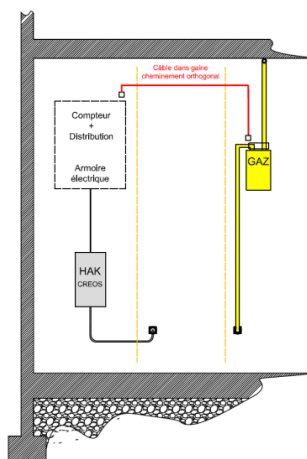
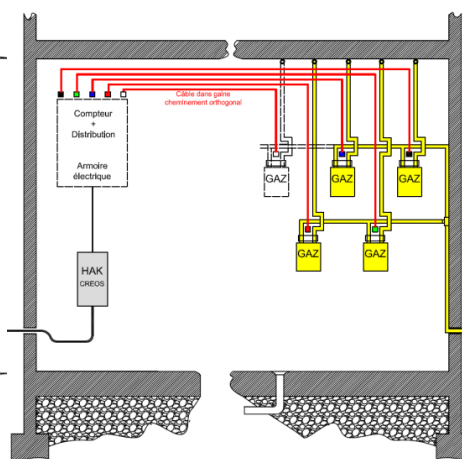

Bild 6: Standardanordnung (2 Verbindungs Dosen)
Bild 7: Anordnung mit mehreren Zählern
- die Installation von zwei Verbindungsdosen pro Gaszähler: eine Verbindungsdose im Bereich des Gaszählers und eine Verbindungsdose im Bereich des elektrischen Verteilerschranks in dem der zugehörige elektrische Zähler montiert ist (siehe Bild 6 und Bild 7) - Verteilerdosen, die zur bestehenden Elektroinstallation gehören, dürfen nicht zur Kabelverbindung verwendet werden.